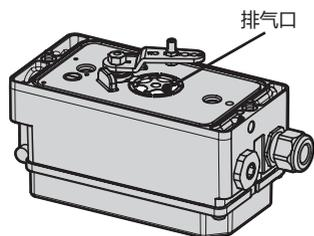

图 5-1: 排气口
- 现场安装设备时，请勿密封或限制排气口（请参见图 5-1）。